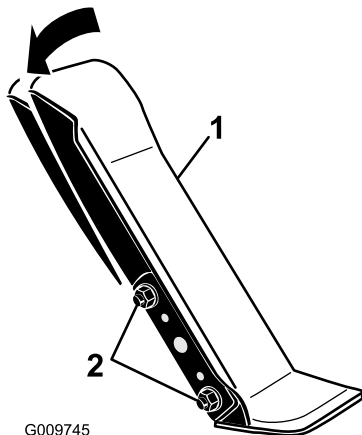

Figura 67
1. Desaperte as 2 porcas e parafusos que fixam o lado esquerdo do pedal de tração ao suporte (Figura 67).